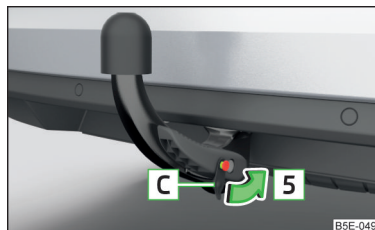

Fig. 276 Colocar la tapa sobre la cerradura
- Colocar e introducir la tapa **[C]** en la cerradura en el sentido de la flecha **[5]** » fig. 276.